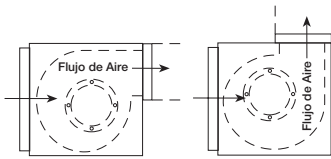

Figura 7 — Giro de la Salida
3. Revise la red de conductos para ver si la salida del ventilador requiere un giro de salida horizontal a vertical, como se muestra en la Figura 7.